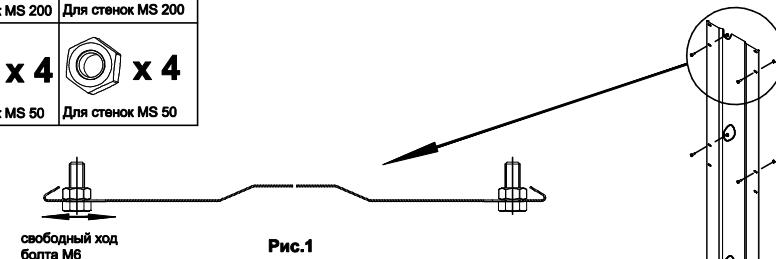

Рис.1
1. Вставить болт M6 в овальное отверстие и закрутить на него гайку, согласно рис. 1
Гайку затягивать не сильно, чтобы болт мог перемещаться в отверстии (см. рис.1)